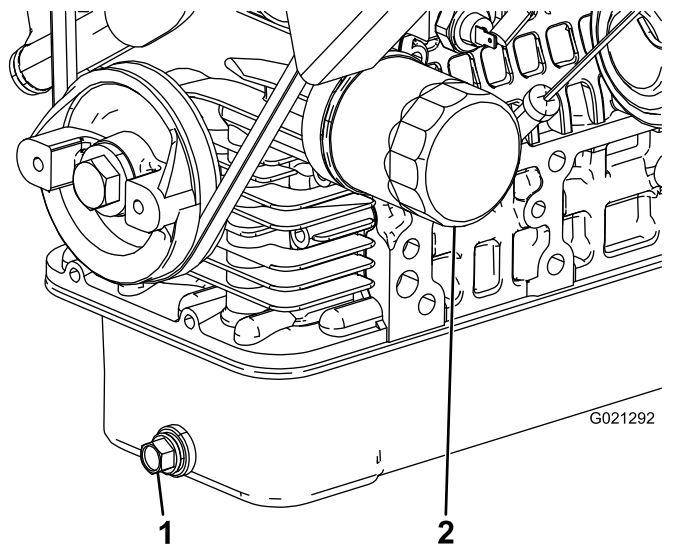

Bild 45
2. Entfernen Sie die Ablassschraube und lassen Sie das Öl in die Auffangwanne ab (Bild 45).
4. Entfernen Sie den Ölfilter (Bild 45).